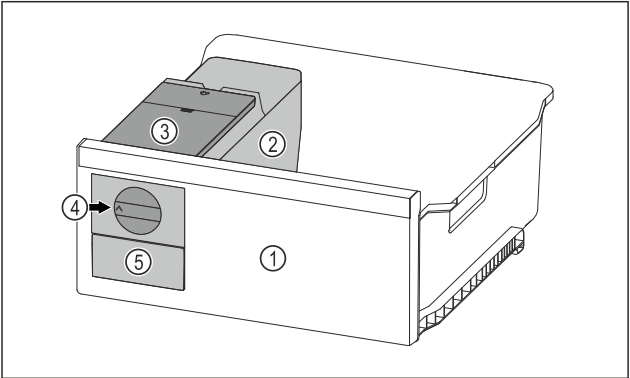

Fig. 96 例图
- 将旋钮 Fig. 96 (4) 顺时针转动到底。
- 冰块从方块冰盘落入冰块抽屉 Fig. 96 (5) 中。